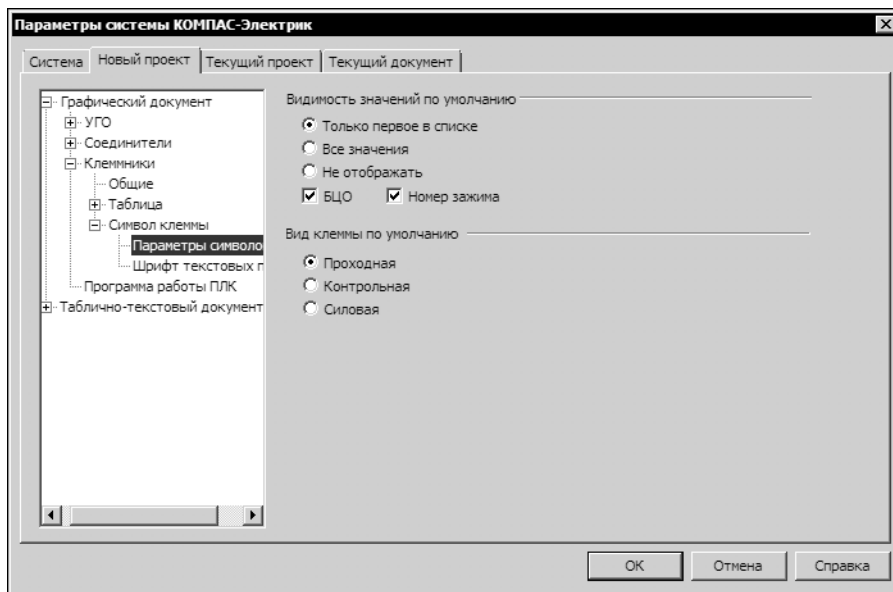

Рис. 19.4. Настройка параметров символов клемм
1. Чтобы изменить параметры отображения символов клемм, списке объектов настройки выберите **Графический документ — Клеммники — Символ клеммы — Параметры символов**. В правой части вкладки (рис. 19.4) появятся элементы управления, которые представлены в табл. 19.10.